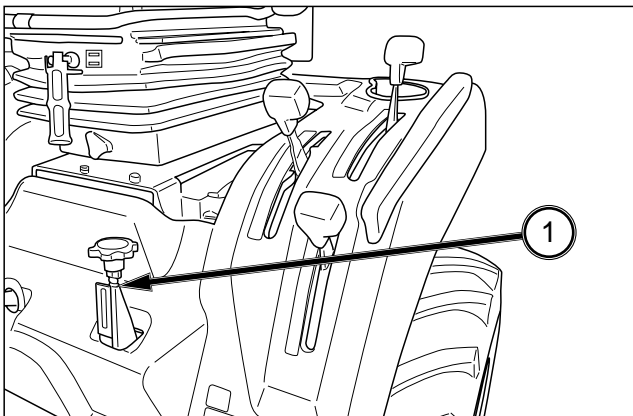

FIG. 4-23
FIG. 4-23 : La molette de réglage de hauteur de coupe (1), ajuste la hauteur de coupe pour le plateau de coupe à montage central. Tourner la molette dans le sens des aiguilles d'une montre va abaisser la hauteur du plateau de coupe, et la tourner dans le sens contre l'horloge va relever plateau de coupe.